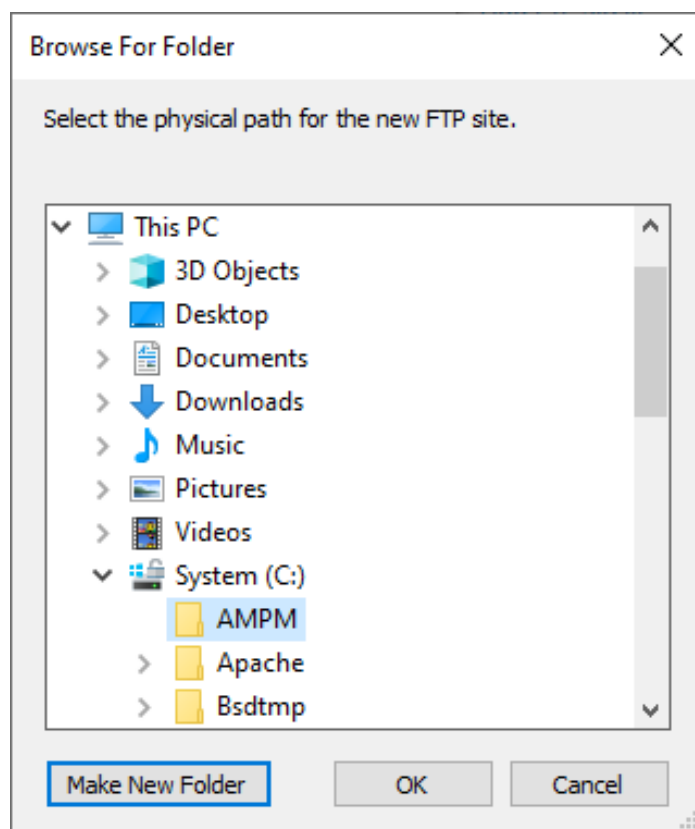

Figure 35 Emplacement d'un dossier approprié
4. Sélectionnez un dossier pour la connexion du système RenAM 500. Les fichiers de données AMPM seront envoyés dans ce dossier (voir la Figure 35).